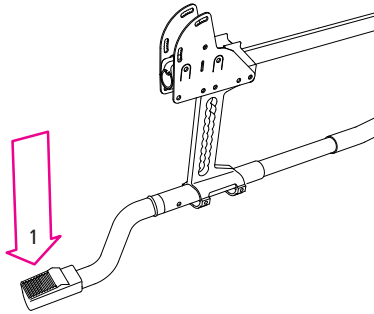

Рис.25
2. Станьте ногою на трубку-важіль для нахилу візка назад (1, рис. 25) і утримуйте рівновагу за допомогою ручок.